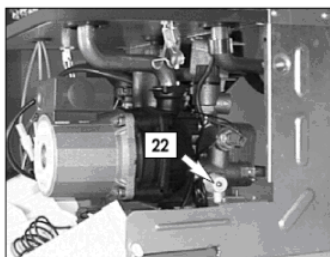

fig. 9.4
- 2 Afrouxar a torneira de despejo da caldeira 22 na fig. 9.4